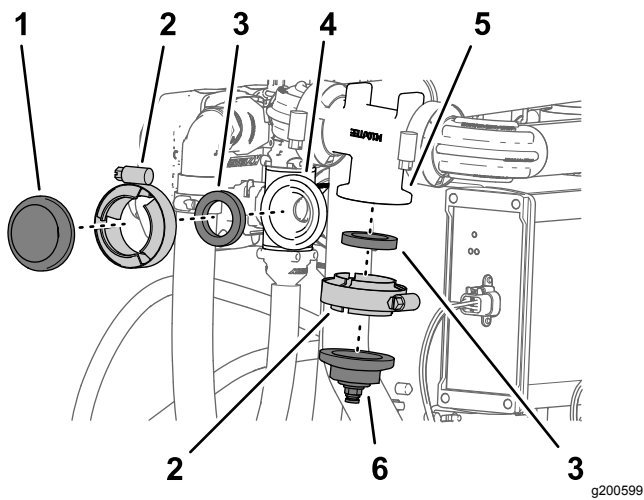

Figura 135
1. Retire la brida de fijación y la junta que sujetan el tapón simple a la brida de la válvula de boquilla 10 (Figura 135).
- Retire la brida de fijación y la junta que sujetan el tapón y el conector de tubo a la brida del distribuidor del caudalímetro (Figura 135).